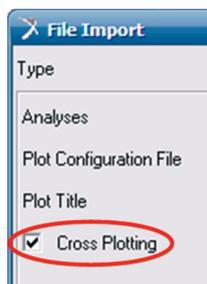

Figura 4.203 – Plotando mais de uma curva no mesmo gráfico.
- Para que o programa disponibilize as duas curvas no mesmo gráfico, selecione o ícone *Cross Plotting* (Figura 4.203).